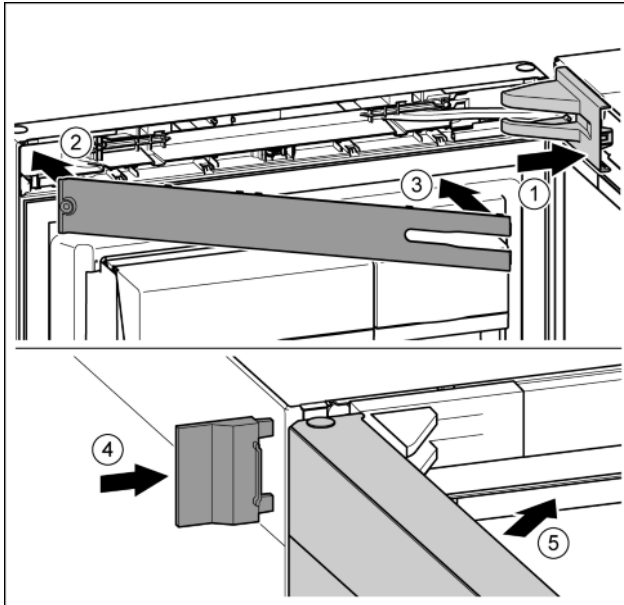

Fig. 42
- ▶ Poser et enclencher le cache du support de palier, l'introduire en appuyant délicatement. Fig. 42 (1)
- ▶ Poser le cache. Fig. 42 (2)
- ▶ Incliner le cache et l'enclencher. Fig. 42 (3)
- ▶ Enfiler le cache extérieur. Fig. 42 (4)
- ▶ Fermer la porte supérieure. Fig. 42 (5)